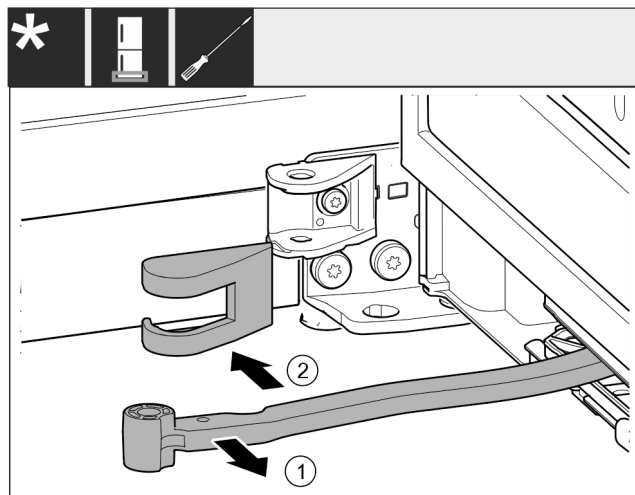

Fig. 20
- Rotiți articulația Fig. 20 (1) în direcția ușii.
- Înlăturați capacul suportului de lagăr Fig. 20 (2).